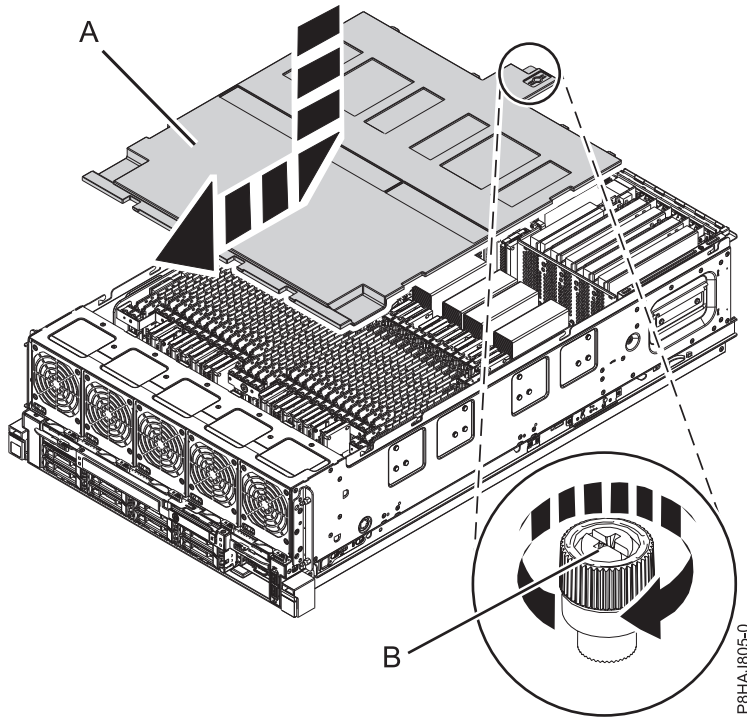

Abbildung 21. Sicherheitsabdeckung wiedereinbauen
2. Schieben Sie die Sicherheitsabdeckung (A) in Richtung Chassis.
3. Ziehen Sie die Rändelschraube (B) fest, indem Sie sie in die in Abb. 21 auf Seite 52 gezeigte Richtung drehen, um die Sicherheitsabdeckung am Chassis zu sichern.